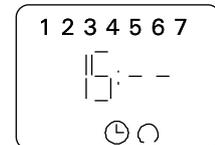

Figure 5.
- Une pression continue du bouton [h+] fait passer les heures de 00 ... 23 ... 00 ou AM 00 ... AM 12 ... AM 00/ PM 00 ... PM 12 ... PM 00, en fonction du choix d'affichage de l'écran. (Fig. 5)